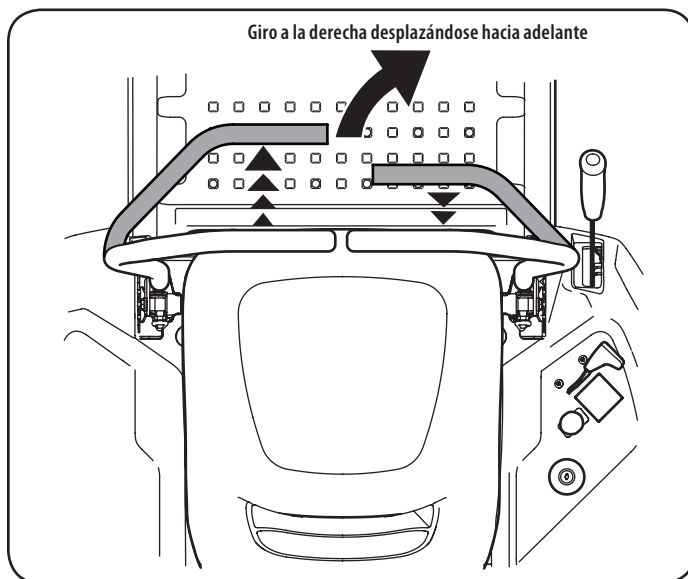

Figura 12
2. Para girar a la derecha, mueva la palanca de control del lado derecho hacia atrás respecto de la palanca izquierda. Vea la Figura 12.